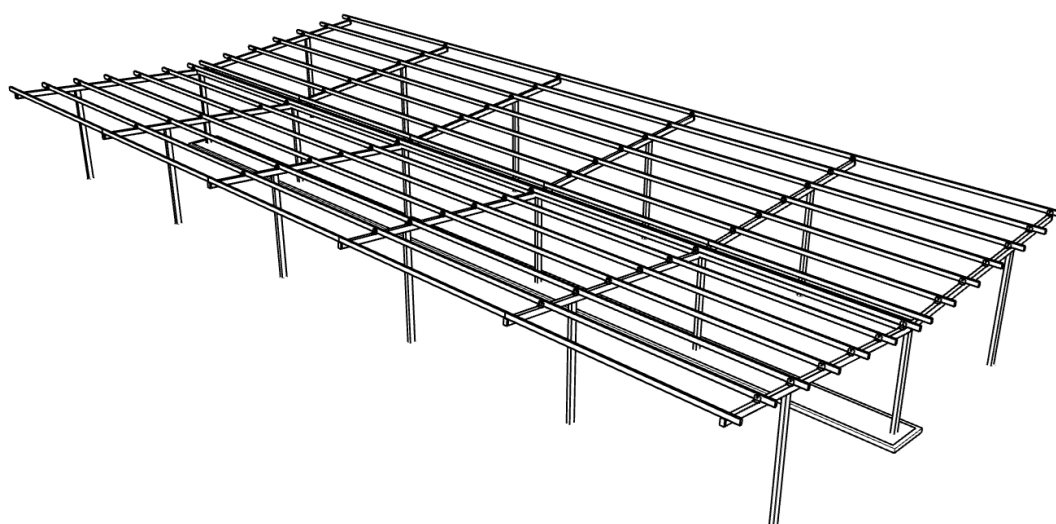

FIGURE 3
③ Les pannes sont installées dans l'ordre, et l'effet de l'installation est illustré à la figure 3